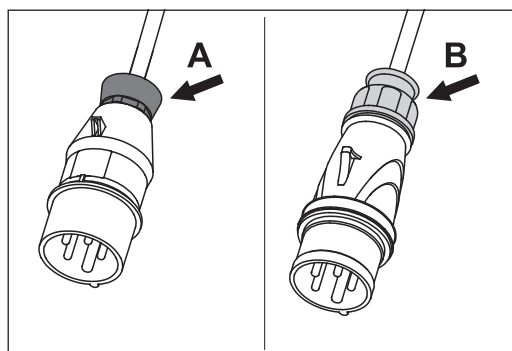

Abb. 22 Original-LÄGLER®-Stecker mit roter Überwurfmutter (A) oder gelber Überwurfmutter (B).
**2 Original-LÄGLER®-Stecker mit roter Überwurfmutter am Kabelausgang (Abb. 22, A):**
**Original-LÄGLER®-Stecker mit gelber Überwurfmutter am Kabelausgang (Abb. 22, B):**